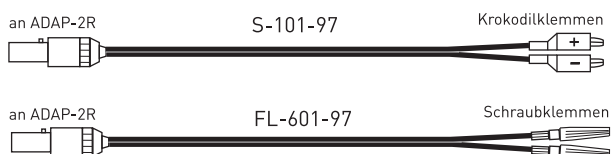

Bild 11: Einmalkabel von Remington Medical Inc. (nur USA)
- **Adapterkabel ADAP-2R** ist ein wiederverwendbares Kabel zur Verbindung der Einmalkabel nach Bild 11 (nur für USA) mit Reocor D (Redel-Adapter benutzen).